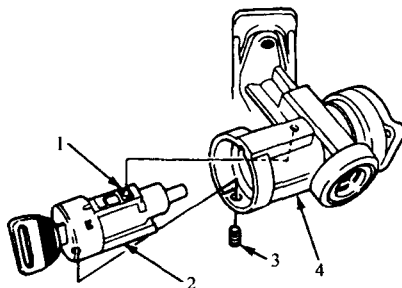

图 1-22 拆开的锁芯——1993 年英蒂格拉车型
- ① 安装开关和 2 个固定螺栓。
② 将接线插接器接到主线束上。将接线插接器重新接到仪表板下熔丝/继电器盒上。
- ③ 安装膝垫和仪表板。
- ④ 安装转向柱管盖。
⑤ 安装转向盘, 并把中心螺母拧紧至 36lbf·ft (50N·m)。
- ⑥ 重新接上蓄电池负极接线。
- 2) 更换锁芯(图 1-22)